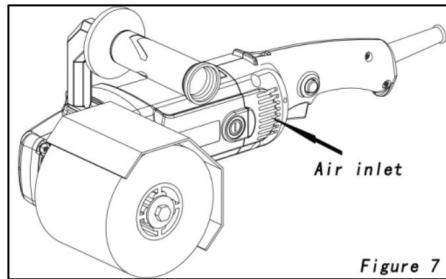

Figure 7
- **Saubere Reinigung Reinigung ist gereinigt Reinigung für sichere (Abbildung 7).**